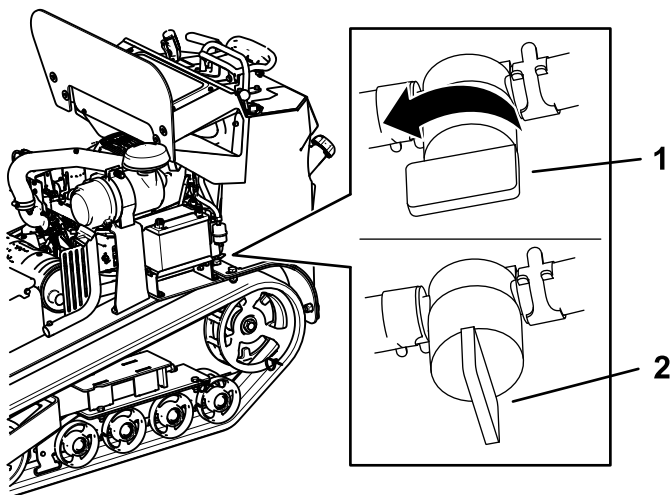

Figura 39
3. Gire la válvula de cierre del combustible a la posición de Cerrado (Figura 39).